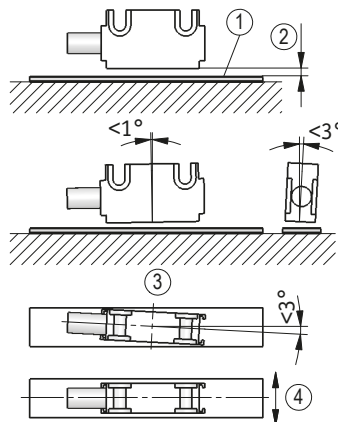
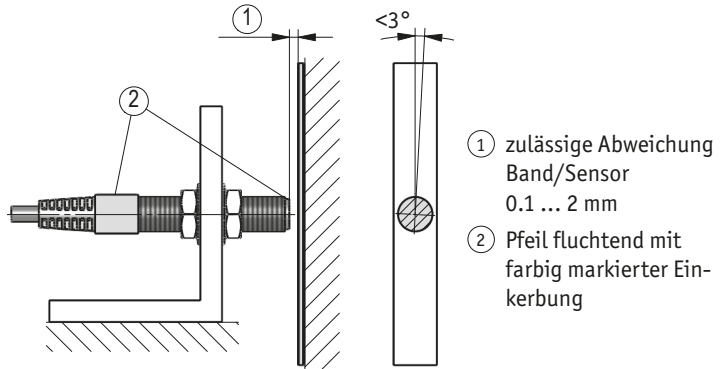

Abb. 7: Montage Sensor/Magnetband, Abstandsmaße, Toleranzen
Abb. 8: Montage Sensor/Magnetband, Abstandsmaße, Toleranzen
- Die Abstandstoleranzen wurde nicht über die gesamte Messstrecke eingehalten (siehe **Abb. 7**, **Abb. 8**).
- Der Magnetsensor ist mit der aktiven Seite vom Band abgewandt montiert (siehe **Abb. 7**, **Abb. 8**).
- Der Magnetsensor wurde nicht, entsprechend **Abb. 7**, **Abb. 8** ausgerichtet.